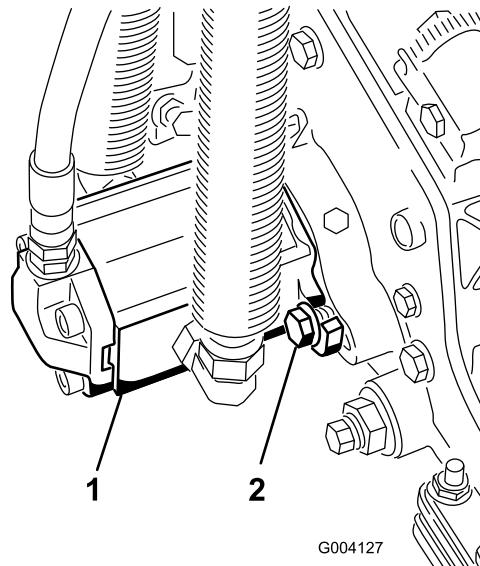

図19
10. モータを手に持ち、右回りにひねってモータのフランジをキャップスクリュから逃がしながら、キャップスクリュにモータをセットする図19。モータを左回りにひねって、キャップスクリュにフランジをしっかりと掛け、キャップスクリュを締めてモータを固定する。